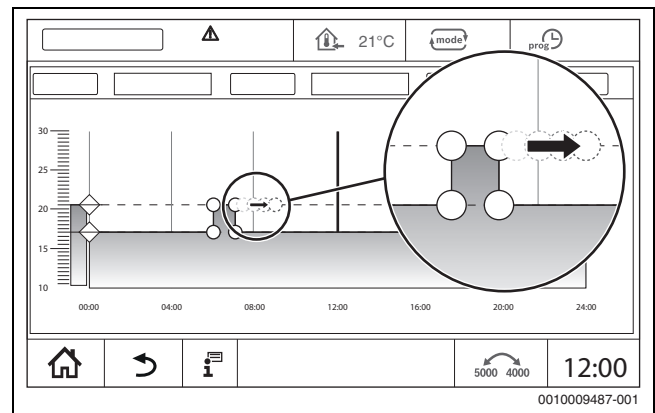

Bild 26 Schaltpunkte verschieben
- ▶ Schaltpunkt (→ Bild 26) antippen, eine Sekunde halten und auf die gewünschte Uhrzeit ziehen.